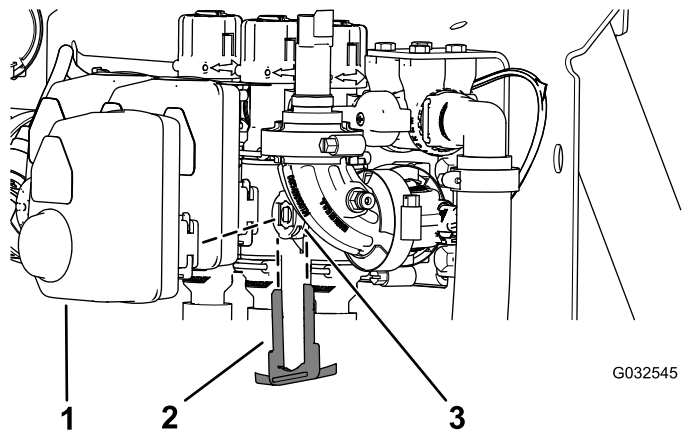

図 96
2. アクチュエータを個別ブームバルブまたは攪拌バルブ用のマニホールドバルブに固定しているリテーナを外す **図 96**。